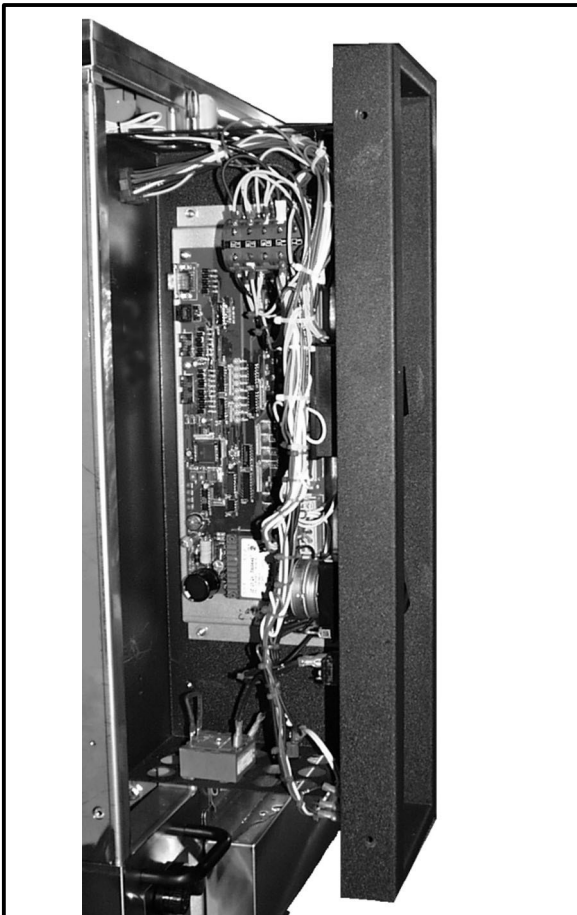

Figure 16
2. Retirez (2) vis et glissez le panneau de commande vers l'avant. Voir la Figure 16.